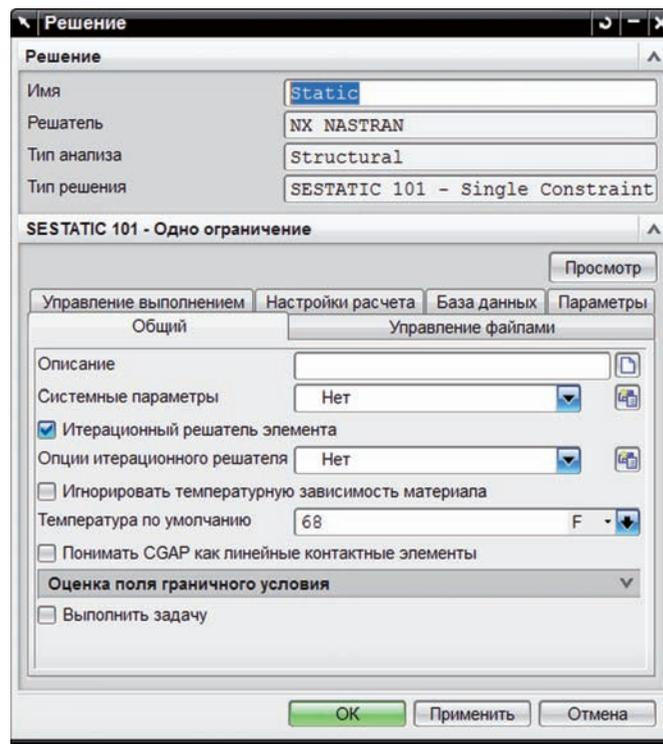

Рисунок 8.32
5.1. В дереве модели окна **Навигатор симуляции (Simulation Navigator)** отображены контейнеры нагрузок и ограничений, если вы их раскроете, то увидите заданные вами объекты. Также в дереве модели вкладка **Solution 1** соответствует выбранному анализу. Для того чтобы установить опции и параметры решения задачи, нажмите правой клавишей мыши на **Solution 1**, выберите **Изменить (Edit)**. Появится диалоговое окно **Решение (Solution)**, измените имя решения на **Static**, на вкладке **Общий (General)** установите опцию **Итерационный решатель (Element Iterative Solver)** (рис. 8.32). Нажмите **OK**.